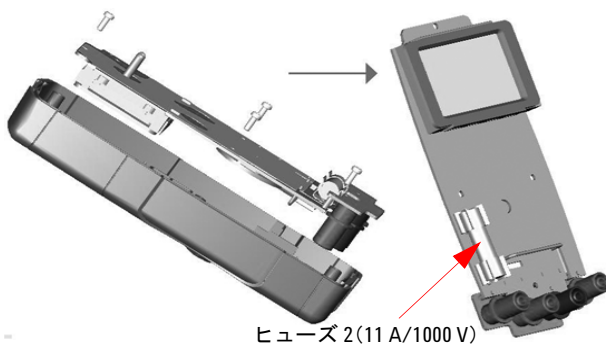

図4-3 ヒューズ2の交換
- 5 ヒューズ2を交換する場合は、ヒューズ1を取り外してから、4個のねじ（図4-3を参照）を緩め、回路基板を上部ケースから持ち上げて取り外します。
- 6 故障したヒューズ2の一端を静かに持ち上げて外し、ヒューズ・ブラケットからヒューズを取り出します。図4-3を参照してください。